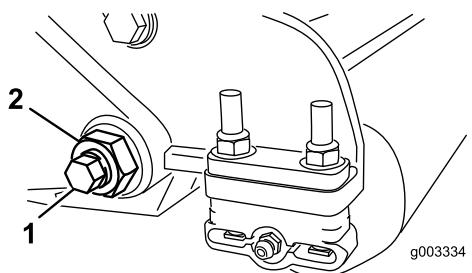

Рисунок 35
3. С каждой стороны машины ослабьте контргайку, крепящую болт планки неподвижного ножа (Рисунок 35).
4. Отверните каждый болт планки неподвижного ножа, чтобы можно было потянуть планку вниз и снять ее с режущего блока (Рисунок 35).